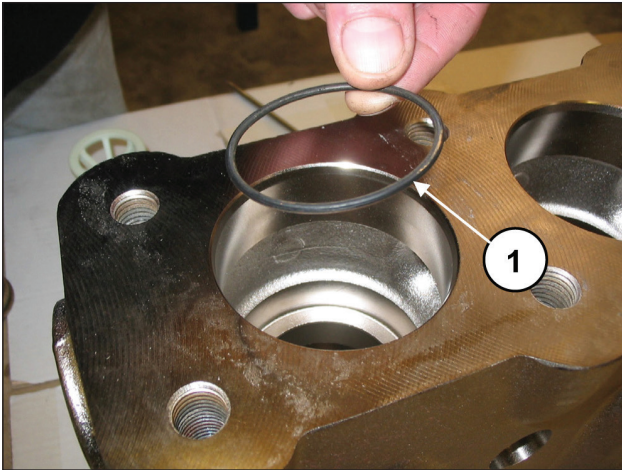

Fig. 103
Placer le joint torique, rep. vue éclatée n° 5 (rep. ①, Fig. 103).